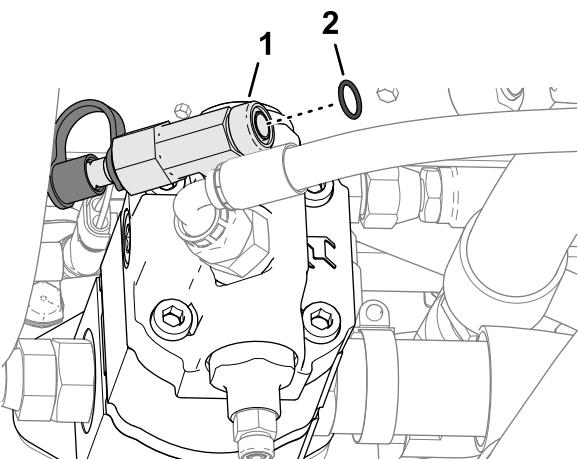

Figura 132
2. Instale um anel de retenção O-ring 12,4/1,8 mm novo na ranhura da união em T (Figura 132).